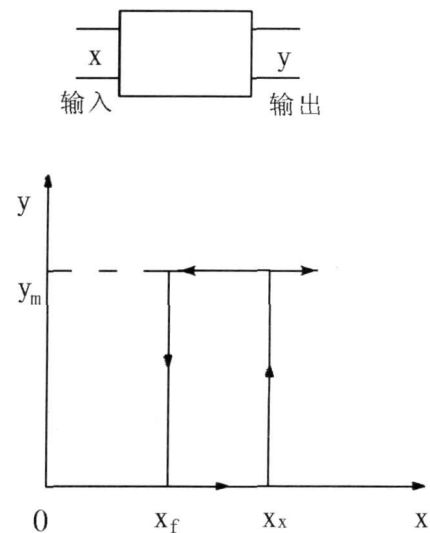

图 1 继电器的继电特性 (常开型)
其输入输出特性为: 输入量 x 从零连续增加达到动作值 x_x , 输出量立刻从 $y = 0$ 跳跃到 $y = y_m$, 即常开触点 (NO) 从断到通。一旦触点闭合, 输入量 x 继续增大, 输出量 y 将不再起变化。当输入量 x 从某一大于 x_x 值下降到 x_f , 输出量立刻从 $y = y_m$ 跳跃到 $y = 0$ 继电器常开触点 (NO) 断开 (如图 1)。